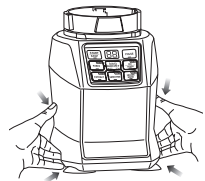

Fig. 9
- 18 Para liberar la base del motor de la mesada o de la mesa, coloque sus manos por debajo de ambos costados de la base y tire suavemente hacia arriba. **(Fig. 9)**